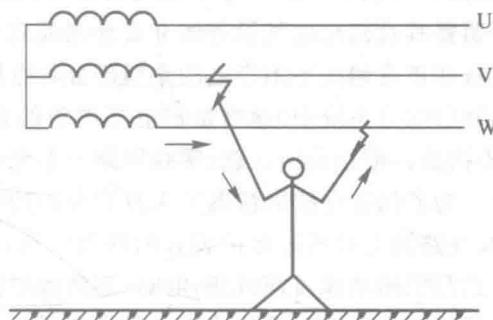

图 1-2 两相触电示意图
(2) 两相触电。两相触电是指人体两处同时触及两相带电体而发生的触电事故。如图 1-2 所示，这种形式的触电，加在人体的电压是电源的线电压(380V)，电流将从一相经人体流入另一相导线，如图 1-2 所示。双相触电的危险性比单相触电高。